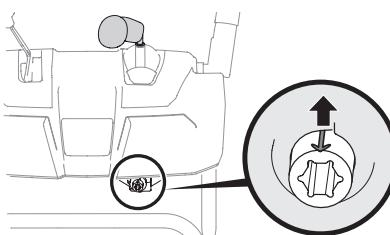

Figura 2-27
- Gire la palanca de control hasta la posición de la 1 en punto de manera que la flecha indicadora plateada del engranaje del piñón que está debajo del tablero de control quede orientada hacia arriba. Consulte Figura 2-27.